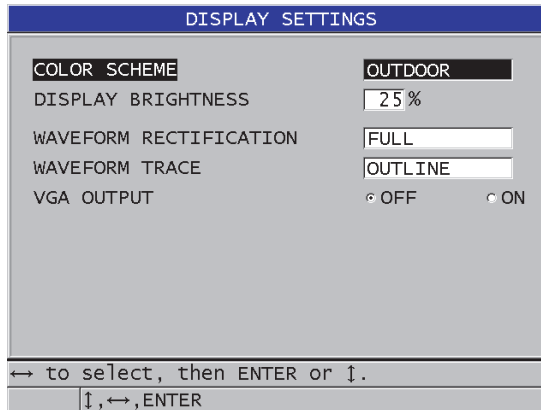

Figura 4-3 Pantalla PARÁMETROS DE PANTALLA
2. En la pantalla **PARÁMETROS DE PANTALLA (DISPLAY SETTINGS)** [ver Figura 4-3 en la página 70] seleccione los parámetros deseados y el valor de dichos parámetros: